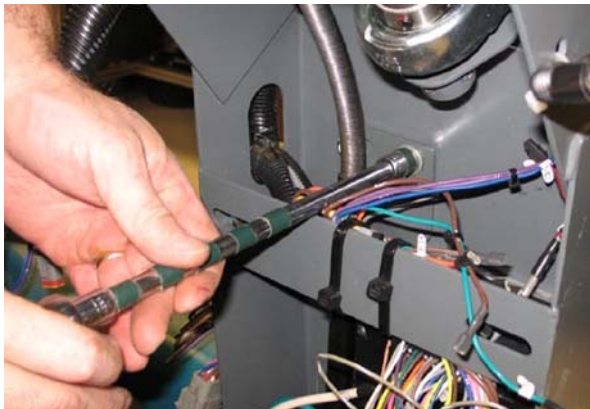

ABB. 49
26. Ziehen Sie die Kleinteile zur Befestigung der Stützstange bzw. des Flanschlagers am Lenkkanal fest (24 Nm / 18,5 ft lbs). Sorgen Sie dafür, dass sich die Stützstange bzw. das Flanschlager beim Anziehen der Kleinteile selbst am Lenkschaft (1) ausrichten kann. (Abb. 49)